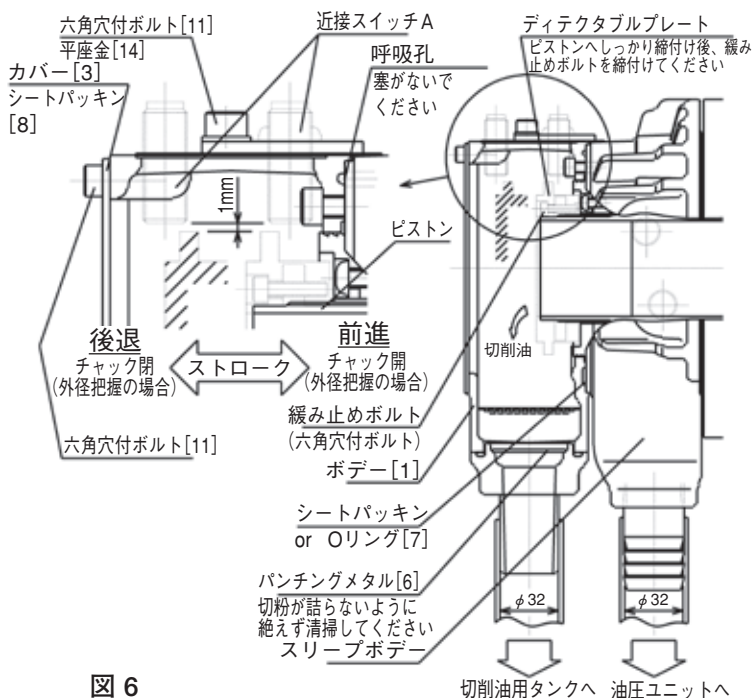
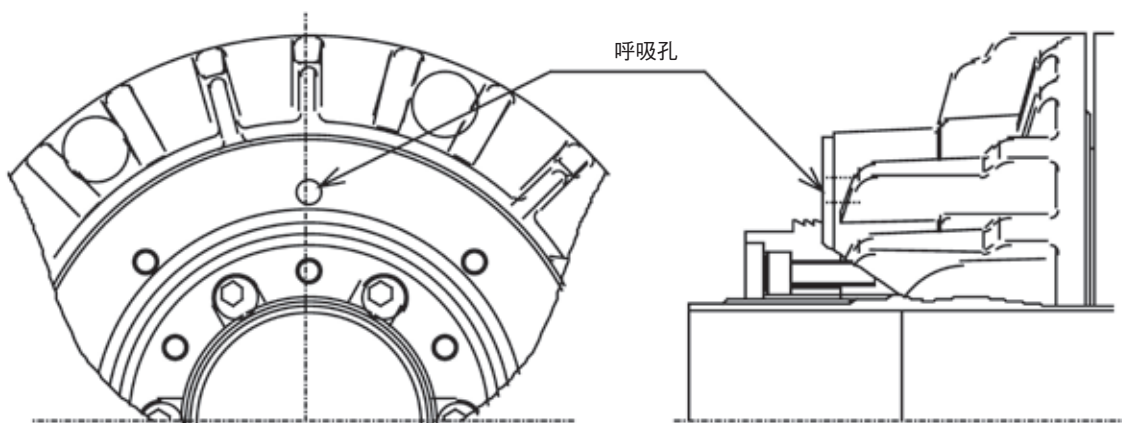

図 6
図 7
(内径 φ32) (図6)
近接スイッチの位置調整については下記の手順で行ってください。(図6)
- 北川鉄工所以外で製作したクーラントコレクタを使用の場合、呼吸孔を塞がないこと。(図6、図7) 呼吸孔を塞ぐとスリーブボデーから作動油が漏れ、火災につながる恐れがあり危険である。
- 切削油がクーラントコレクタから溢れ出た場合、スリーブボデー側へ切削油が混入します。切削油がクーラントコレクタ内に溜まらないように絶えずパンチングメタル [6] を清掃し切粉詰りに十分注意すること。(図6)